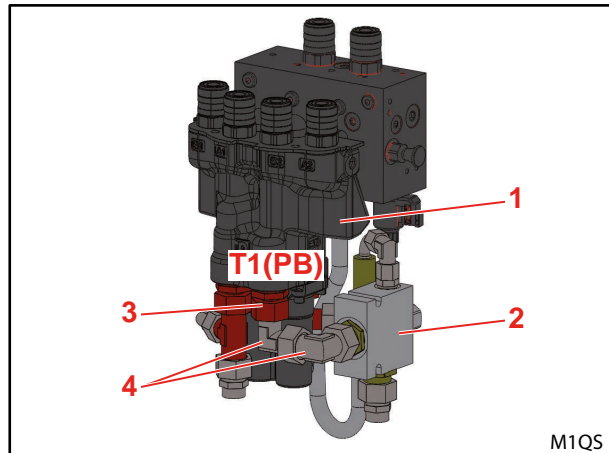

Abb. 9 Druckwaage montieren
- (1) An Anschlüssen P, T und T1 (PB) des Proportionalventils je 1 geraden Einschraubstutzen mit Überwurfmutter montieren (siehe auch *Abb. 9*).